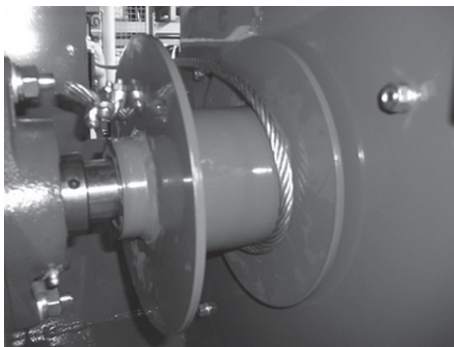

fig.22
18) Das Seil an der Scheibe mittels zwei Klammern befestigen (Abb. 22).